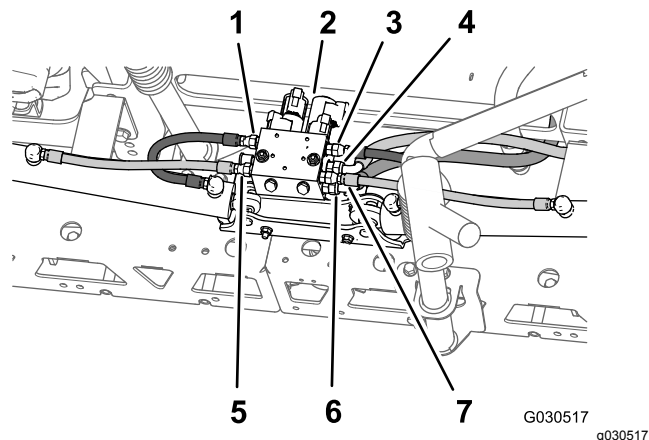

図 71
2. 機体後方で、ブーム昇降マニホルドと油圧シリンダから油圧ホースを外す 図 71。